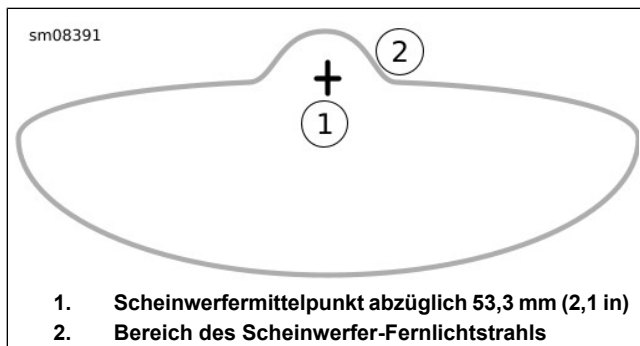

Abbildung 58. Fernlichtmuster
3. Siehe Abbildung 58. Die Einstellvorrichtung drehen, um den Lichtstrahl auf den Schnittpunkt der beiden Linien auszurichten.